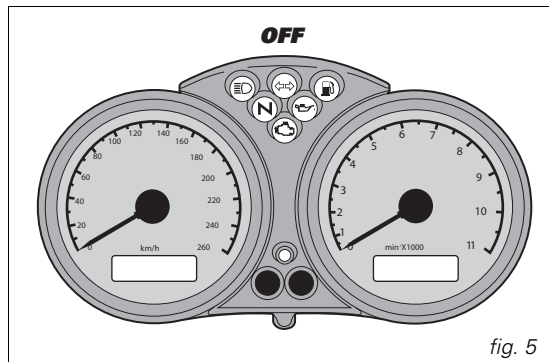
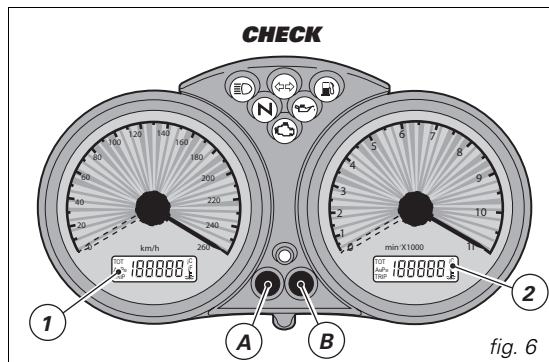

fig. 5
fig. 6
Con el encendido (llave de **OFF** a **ON**) el salpicadero realiza un **Check** de todos los instrumentos: agujas, display y testigos (fig. 5 y fig. 6).
Presionando el pulsador (B, fig. 6) con llave en **ON** se alterna la visualización del cuentakilómetros parcial y del total.
Manteniendo presionado el pulsador (B, fig. 6) durante más de 2 segundos cuando se encuentra en la función **TRIP** (cuentakilómetros parcial), se obtendrá la puesta en cero en el display (LCD 1).
Presionando el pulsador (A, fig. 6) con llave en **ON** se visualiza el reloj y la temperatura del aceite.
Presionar el pulsador (A, fig. 6) durante un mínimo de 2 segundos.
Regular AM/PM presionando el pulsador (B, fig. 6). Presionar el pulsador (A) para acceder a la regulación de la hora. Utilizar el pulsador (B) para modificar la indicación de la hora. Presionar el pulsador (A) para acceder a la regulación de los minutos. Presionar el pulsador (B) para avanzar los minutos; manteniendo presionado durante más de 5 segundos la indicación cambia más rápidamente. Presionar el pulsador (A) para salir de la función regulación.
Si se presiona la tecla (B, fig. 6) dentro de 5 segundos con la llave en posición **ON**, cada vez que se presiona dicho pulsador variará la intensidad luminosa del salpicadero.